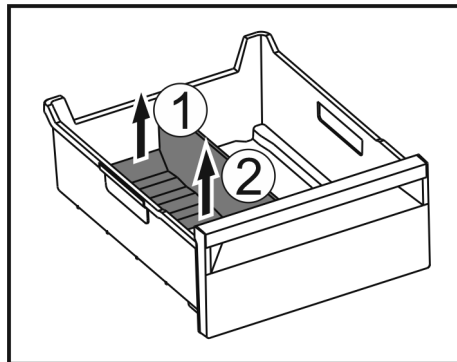

Fig. 67
- Hinteren Teil des Eisfach-Trenners anheben. Fig. 67 (1)
- Eisfach-Trenner nach oben entnehmen. Fig. 67 (2)